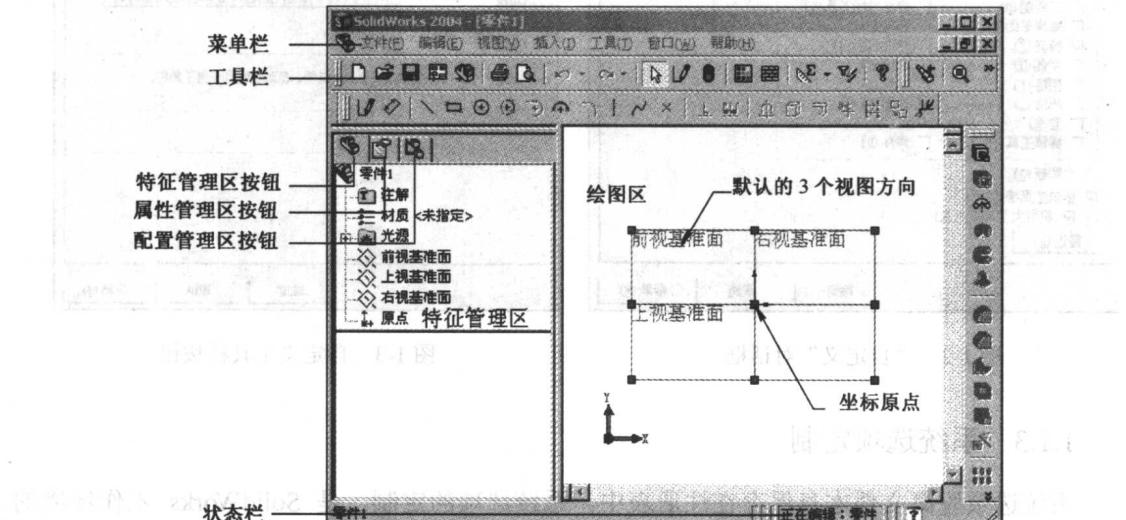

图 1-1 SolidWorks 2004 的基本界面
SolidWorks 2004 的基本界面如图 1-1 所示。
- ① 界面种类：图 1-1 为打开零件文件的操作界面，装配体及工程图文件的操作界面与此界面类似；
- ② 菜单栏：SolidWorks 所有的操作命令；
- ③ 工具栏：标准、查看、特征和草图绘制工具等；
- ④ 特征管理区：管理零件生成的步骤顺序；
- ⑤ 属性管理区：管理位置和几何建构线等；
- ⑥ 配置管理区：管理零件的不同呈现方式或不同尺寸，必须切换才能显示；
- ⑦ 状态栏：目前的操作状态。